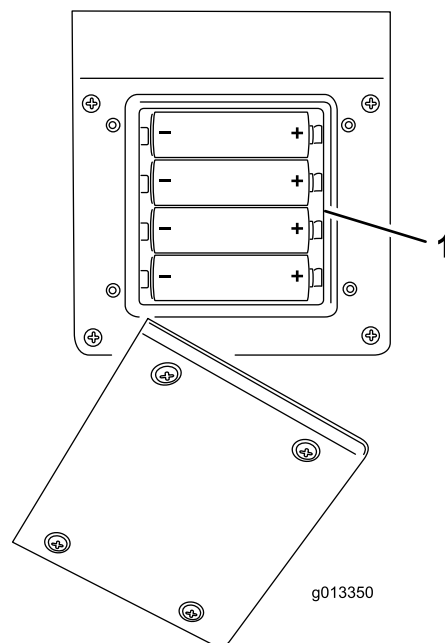

Figure 48
3. Placez chaque pile neuve dans un des emplacements du logement en respectant la polarité. (Si les piles ne sont pas installées correctement, la télécommande ne sera pas endommagée, mais elle ne fonctionnera pas). Les marquages de polarité sont gravés sur le logement pour chaque borne (Figure 48). Veillez à bien enfoncer les piles dans le logement.